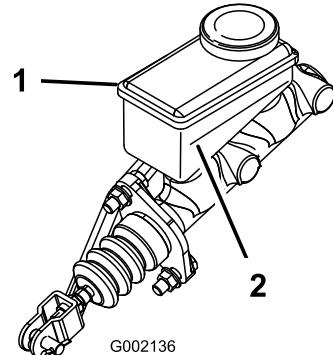

Figure 85
5. Observez le repère de niveau sur le côté du réservoir (Figure 85).
- B. Versez du liquide de frein DOT 3 dans le réservoir jusqu'à ce que le niveau dépasse le repère minimum (Figure 85).